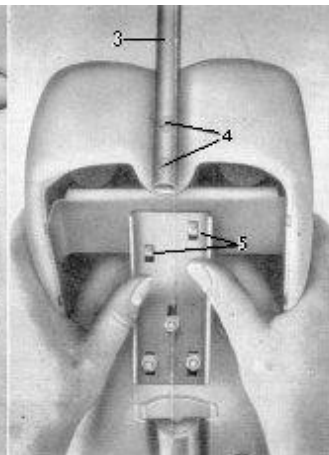

Bild 4
6. Komplette Sitzbank mit Kindersitz **Abb. 4** wieder an das Fahrzeug montieren.